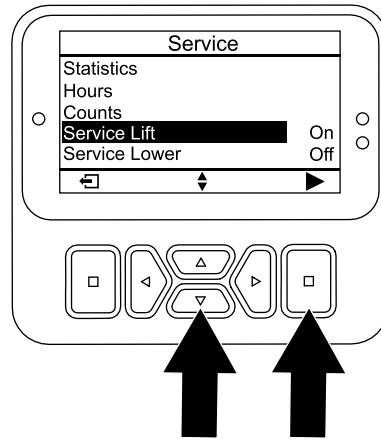

Bild 120
4. Drücken Sie die Taste „nach unten“, bis die Option SERVICE LIFT ausgewählt ist, und drücken Sie dann die Auswahltaste (Bild 120).